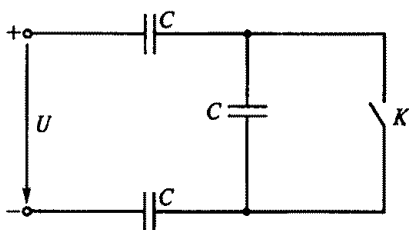

Рис. 2
1.5.Р*. Как изменятся энергия последовательно включенных одинаковых конденсаторов и их заряд на рис. 2 при замыкании ключа K ?